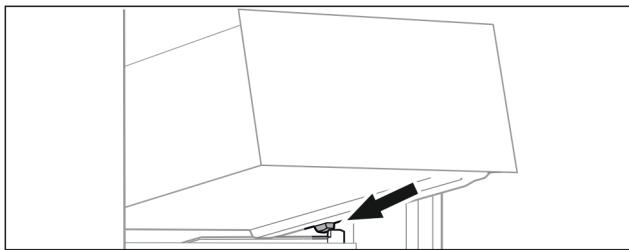

Fig. 79
- Встановити висувний ящик за стопорами на ребро для резервуару навскоси. (див. Fig. 79)